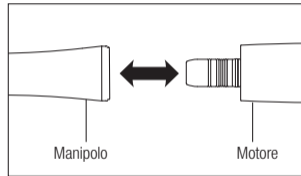

Fig. 1
- 1) Collegare il manipolo direttamente al motore (Fig. 1).